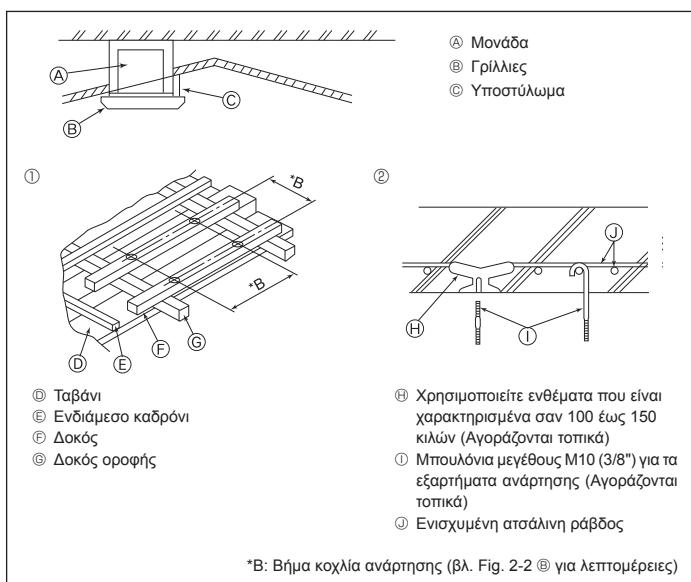

Fig. 2-4
2.4. Υποδομή ανάρτησης (Το μέρος του ταβανιού όπου θα αναρτηθεί η μονάδα πρέπει να έχει ισχυρή υποδομή) (Fig. 2-4)